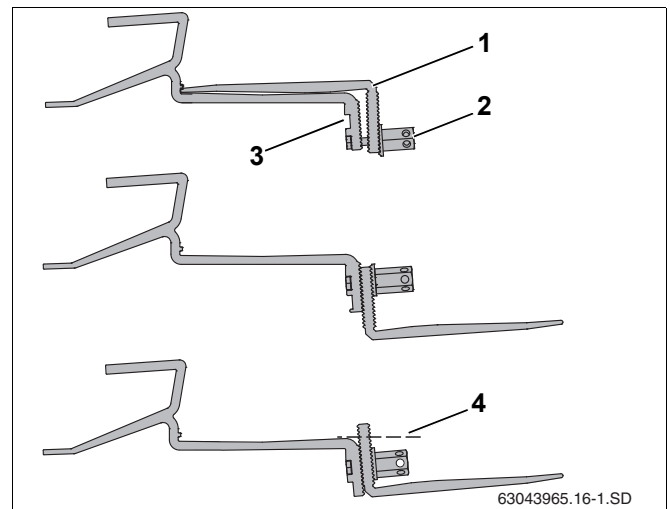

Рис. 17 Установка нижней части кровельного крюка
- Отверните гайку (рис. 17, поз. 2).
- Вставьте винт в верхнее отверстие (рис. 17, поз. 3).
- Свободно закрепите нижнюю часть кровельного крюка (рис. 17, поз. 1). Пока только слегка затяните соединение.